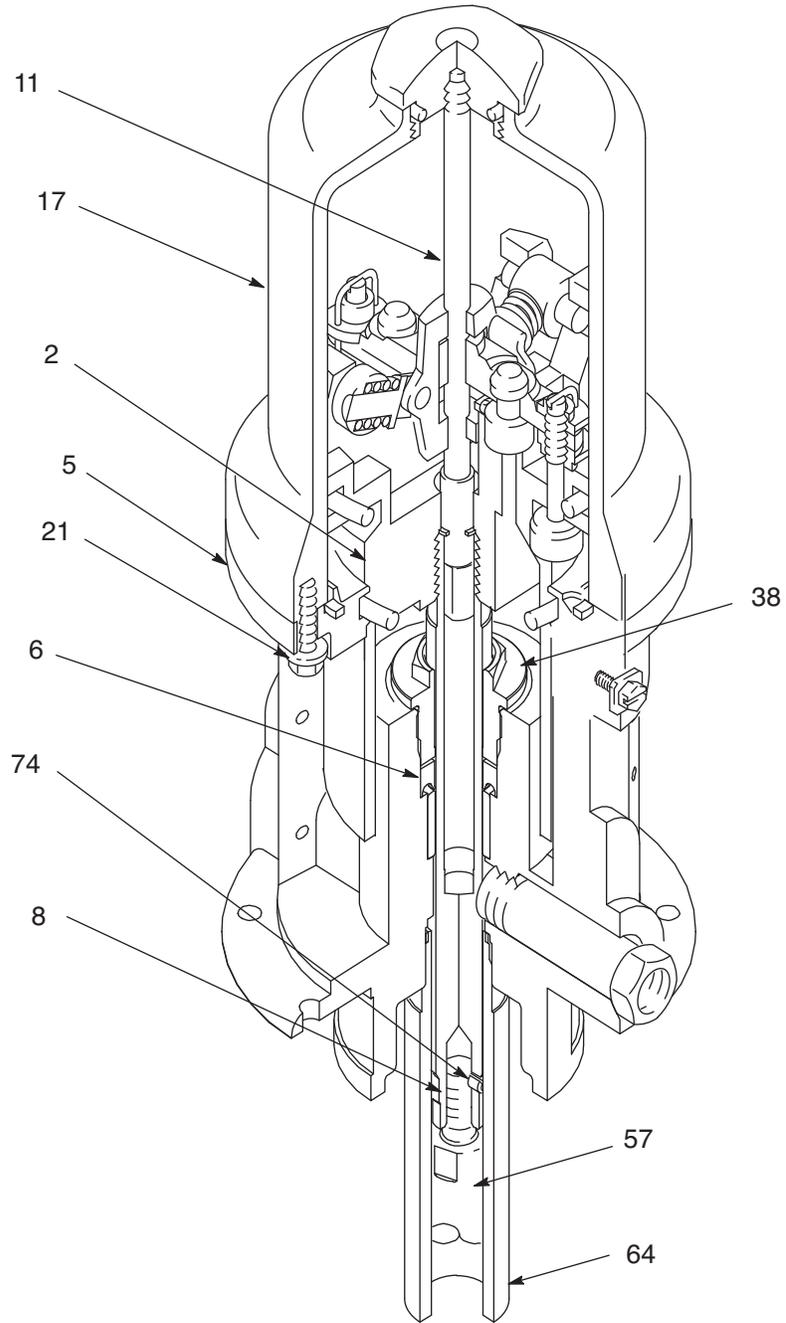

图 4
有关以下说明，请参见图 4。
3. 断开软管连接，将泵从其安装架上卸下，然后用虎钳夹住空气马达底座 (5)。
4. 在延长管 (64) 上使用皮带扳手或管扳手将其拧出底座 (5)。参见图 4。
5. 将延伸杆 (57) 尽可能向下拉，露出活塞柱 (8)。
6. 用锤子和打孔器将活塞柱 (74) 从活塞柱 (8) 上卸下，然后将延长杆 (57) 从活塞柱上拧下。
7. 手动推动活塞柱 (8)，将空气马达活塞 (2) 向上移动到最大程度。松开气缸盖螺母 (29a 或 29b)。拔出螺母。用带衬垫的钳子夹住跳闸杆 (11)，然后将螺母从杆上拧下。(图 4)
8. 卸下将气缸 (17) 固定在基座上的六颗螺丝 (21)。小心地将气缸垂直向上拉出活塞 (2)。
2. 检查活塞 (2)、活塞柱 (8) 和气缸 (17) 壁的抛光表面是否有刮擦或磨损。带划痕的杆会导致喉管密封件过早磨损和泄漏。
4. 安装新的喉管密封件 (6)，唇口向下。将密封螺母 (38) 拧入底座 (5) 中。
5. 将活塞柱 (8) 向下滑入喉部，然后将活塞 (2) 放到底座 (5) 中。请确保 O 形圈 (9、10 和 24) 安装到适当位置。(图 4)